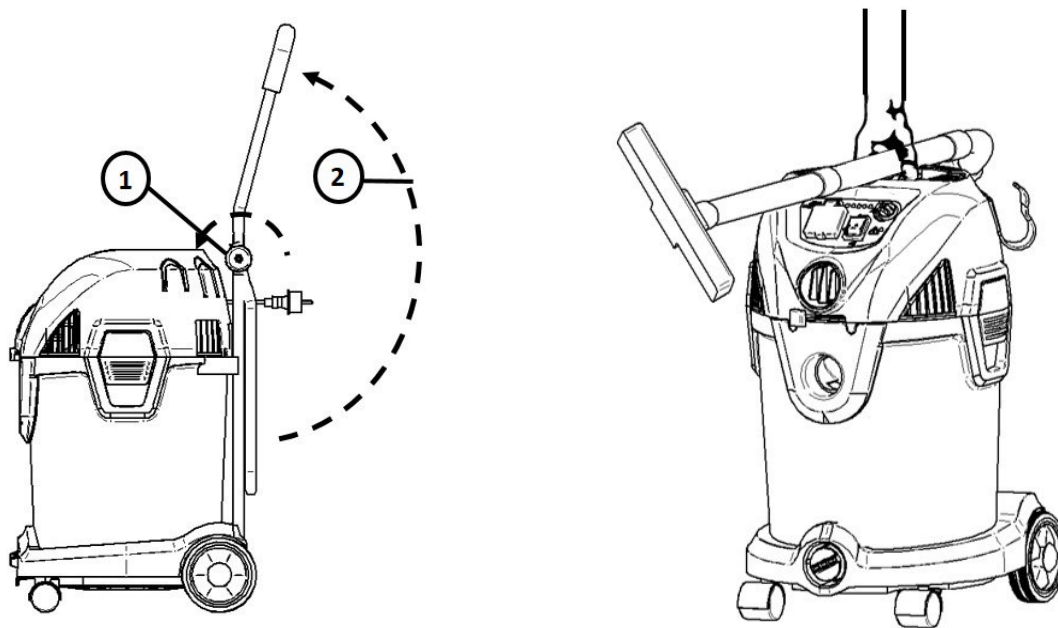

Abb.6-1: Nass-/ Trockensauger bewegen
- ➔ Lösen Sie die Schrauben (Abb.6-1, Pos.1) und stellen Sie den
- ➔ Zum Anheben des Geräts den Griff (Abb. 6-1, Pos. 2) am Kopfstück verwenden.